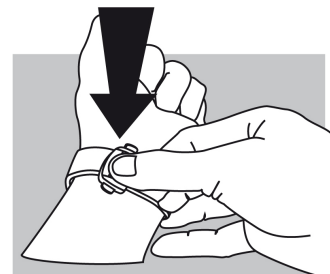

fig.2
**Schließen (fig. 2):** Legen Sie die Uhr an und drücken Sie mit dem Daumen auf die Schließe, bis Sie ein Klickgeräusch hören.